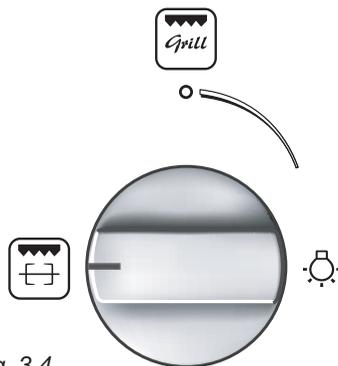

Fig. 3.4
- Ruotare in senso orario la manopola luce/grill nella posizione  (fig. 3.4).
Il girarrosto si mette in funzione ruotando la manopola luce/grill nella posizione  (fig. 3.4).